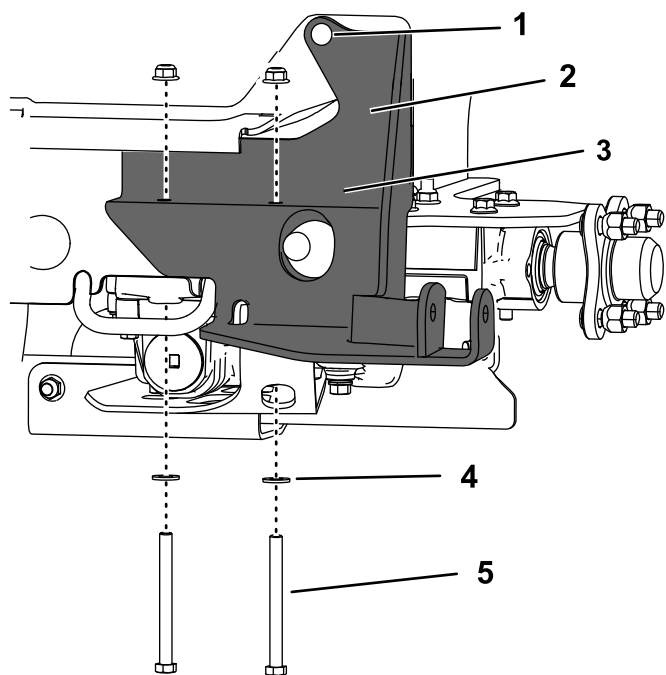

Figura 10
6. Instale o suporte de montagem inferior na transmissão utilizando as duas porcas que removeu, duas anilhas de cabeça chata e dois parafusos ($\frac{3}{8}$ pol. x 4 pol.) como se mostra na Figura 10.